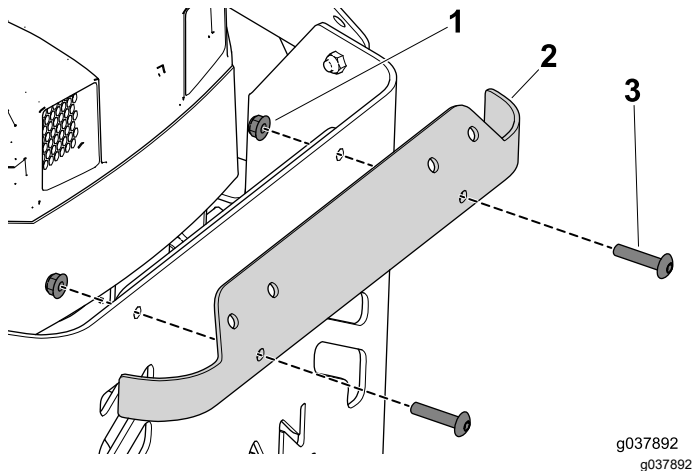

Bild 10
1. Entfernen Sie die Schrauben und Muttern, mit denen die obere Zierleiste an der Maschine befestigt ist (Bild 10).